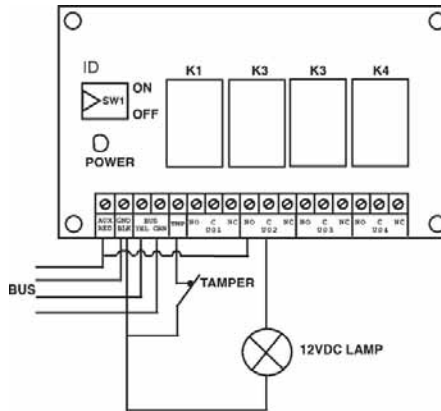

Figure 3-4: Module de sortie SP4 (avec un exemple de câblage SP2)
- a. UO4 – Relais (veuillez consulter la Figure 2-8 Câblage UO1 pour un accessoire autoalimenté et la Figure 3-4)
8. Branchez les accessoires aux bornes de sortie (12VCC @ 1A max relais à contact sec) Veuillez consulter la Figure 2-8 et la Figure 3-4.